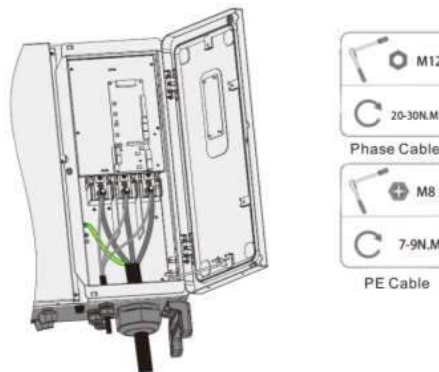

Fig. 4-51 Fije el cable
- Fije el cable al terminal correspondiente (Fig. 4-51).